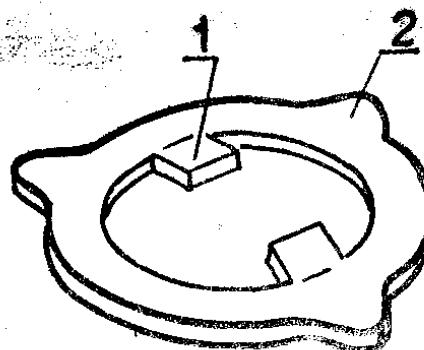

Рис. 42
- а) фрикционная шайба должна быть поставлена рожками 1 наружу, т.е. к фрикционному винту. Если при положении шайбы, когда выступ 2 справа, машина на рабочий ход не включается, следует повернуть шайбу на пол-оборота и закрепить фрикционный винт (рис. 42).